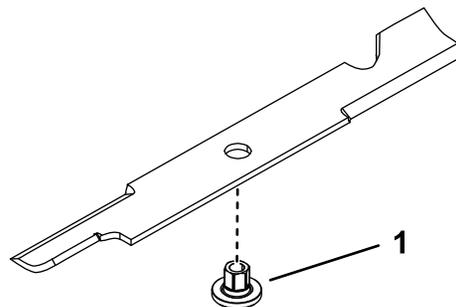

Figura 93
- Instale el buje a través de la cuchilla con la brida del buje en el lado inferior (lado del césped) de la cuchilla (Figura 93).